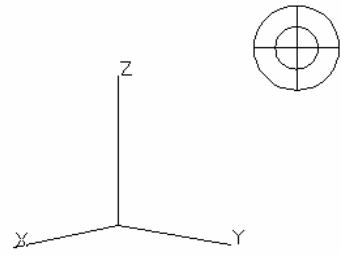

图 1-32 坐标球和三轴架
(3) 渲染“显示坐标球和三轴架”命令选项, 将显示如图 1-32 所示的坐标球和三轴架。